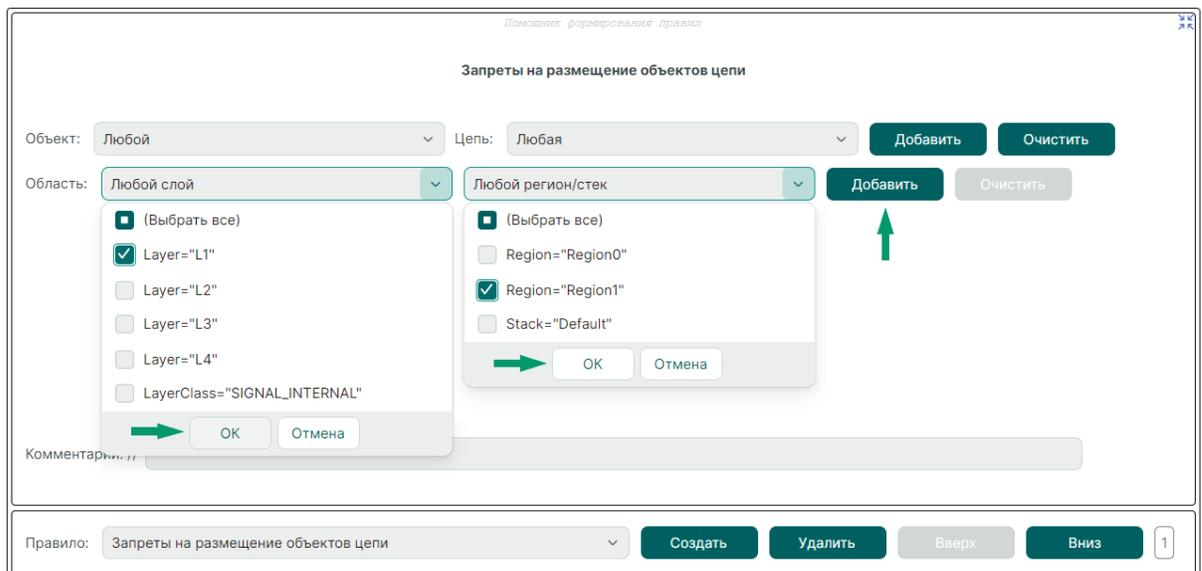

Рис. 194 Выбор области действия запрета
5. В выпадающих меню «Область» определите область действия запрета, см. Рис. 194.